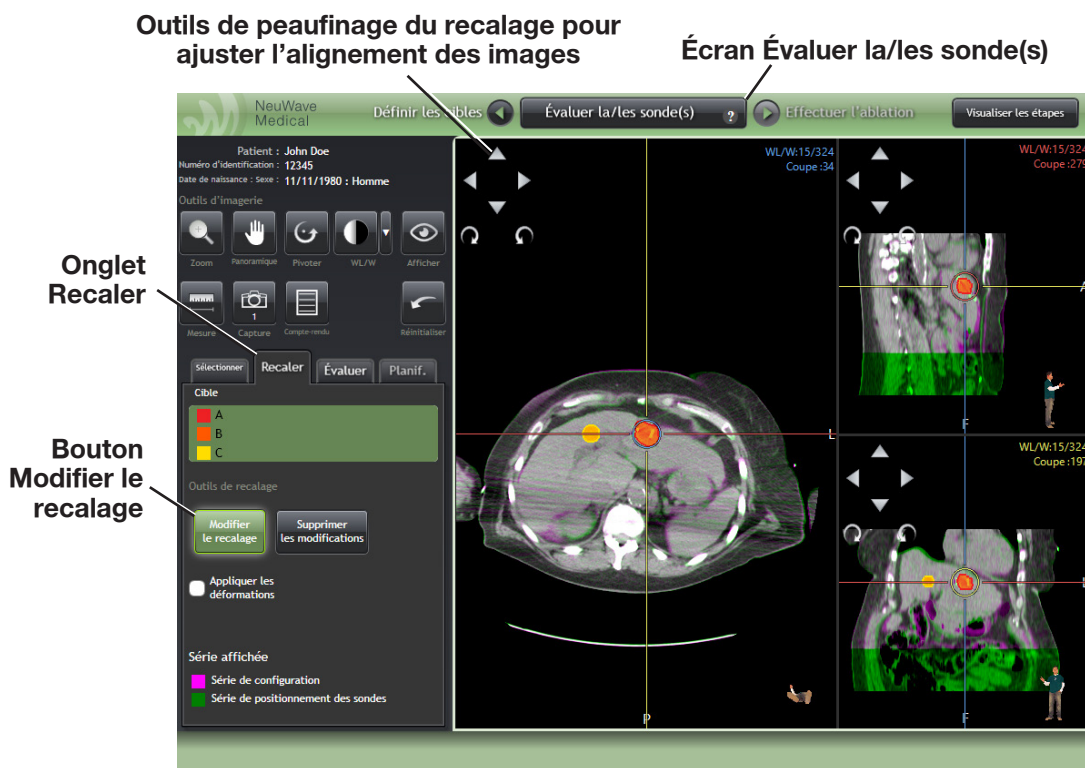

Figure 3-31 : Modification du recalage.
3. Il est possible d'ajuster manuellement le recalage à l'aide de l'outil **Modifier le recalage**. Lorsque l'outil **Modifier le recalage** est sélectionné, des lignes correspondant à un axe vertical et à un axe horizontal ainsi qu'un cercle seront tracés sur les images des séries (voir Figure 3-31). Le cercle sera centré autour du point de référence actuel.
6. Chaque vue des images affiche également quatre boutons fléchés ainsi que deux flèches, l'une tournant dans le sens des aiguilles d'une montre et l'autre dans le sens inverse, en haut à gauche de chaque image, qui peuvent être utilisés pour ajuster l'alignement des deux séries d'images (Figure 3-31).
Si le nombre de sondes trouvées par le logiciel ABLATE-IQ ne correspond pas au nombre de sondes présentes dans le corps du patient, l'utilisateur peut définir manuellement les sondes manquantes. La section « Création et suppression des affichages des sondes » guide l'utilisateur pour définir manuellement des sondes. Pour évaluer les sondes trouvées par le logiciel ABLATE-IQ et affichées dans le tableau des sondes (Figure 3-31), procéder comme suit :